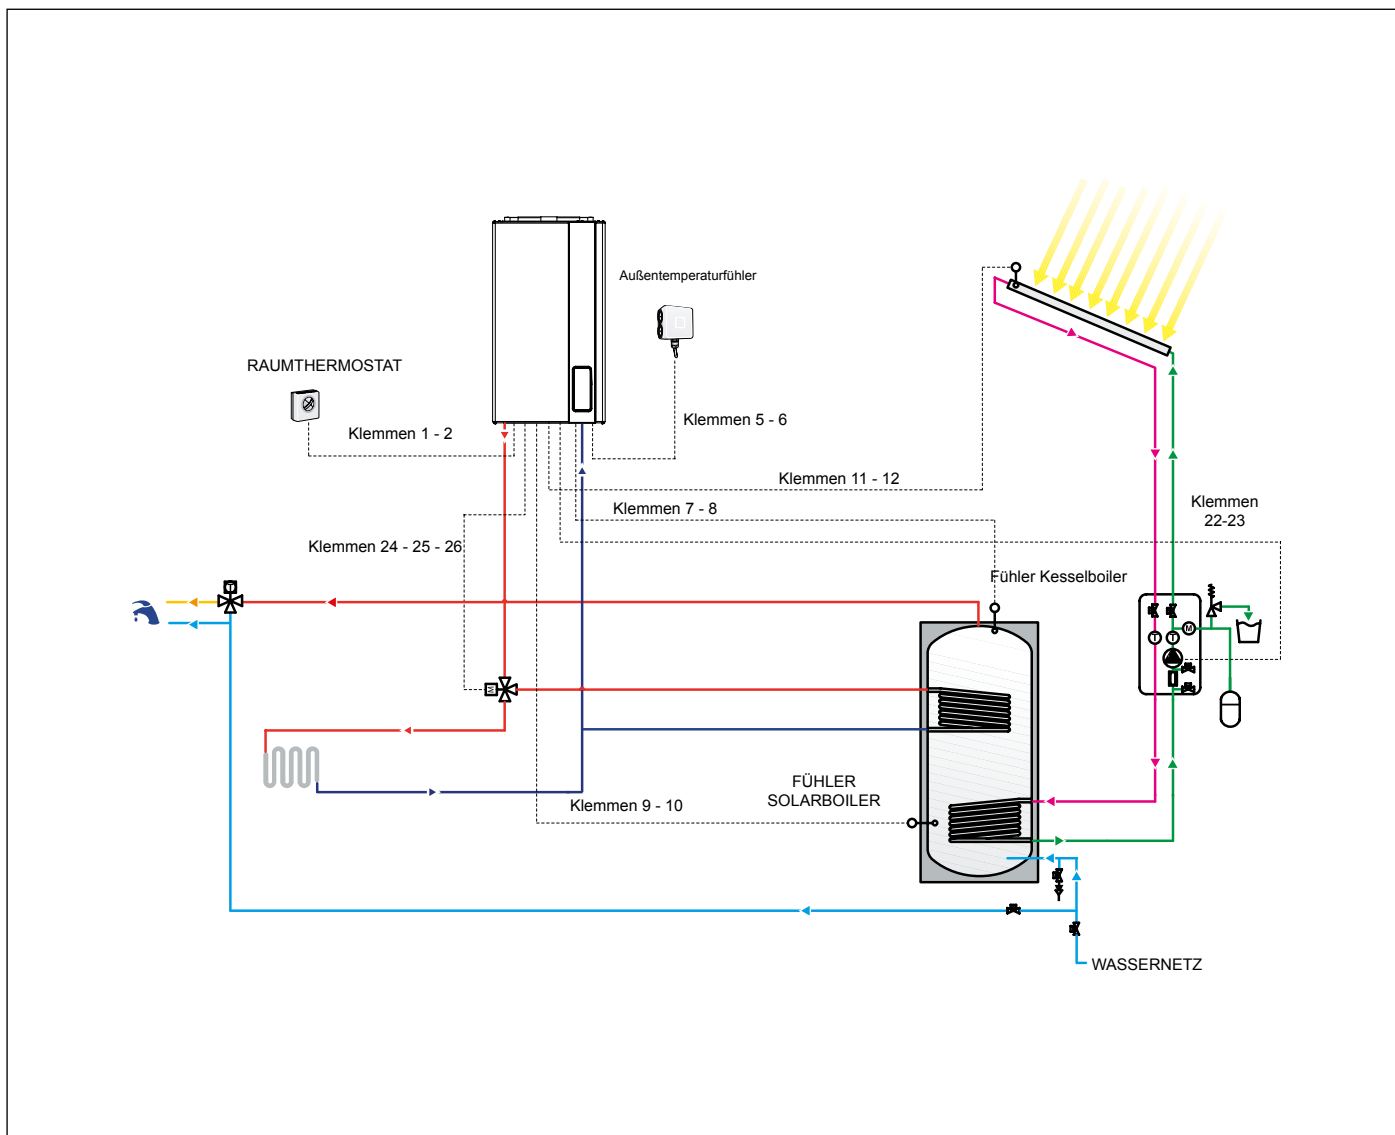

Abb. 32 Plan für Anschluss an das Solarsystem mit Zwangsumlauf und mit Kessel nur im Heizbetrieb
- Das Ansaugrohr für die Verbrennungsluft demontieren (siehe Abb. 32 Ansaugrohr).
- Verschraubung der Gasleitung von der Mischeinrichtung lösen (siehe Abb. 32 Ansaugrohr).